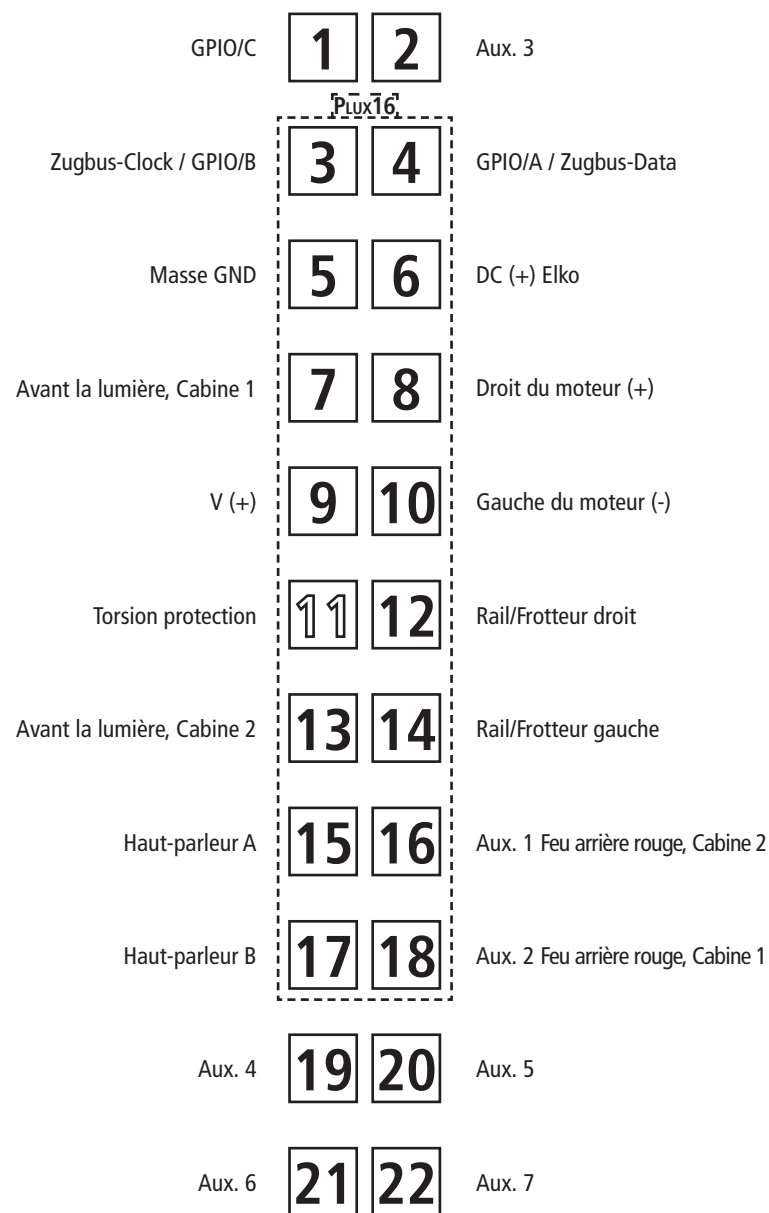
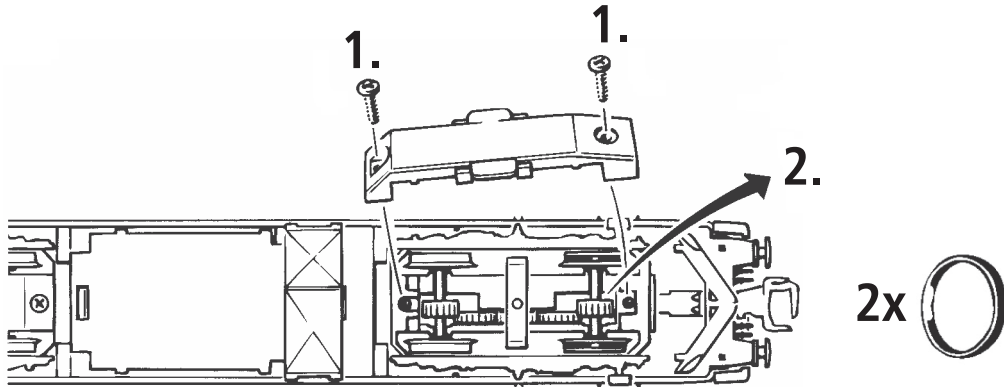
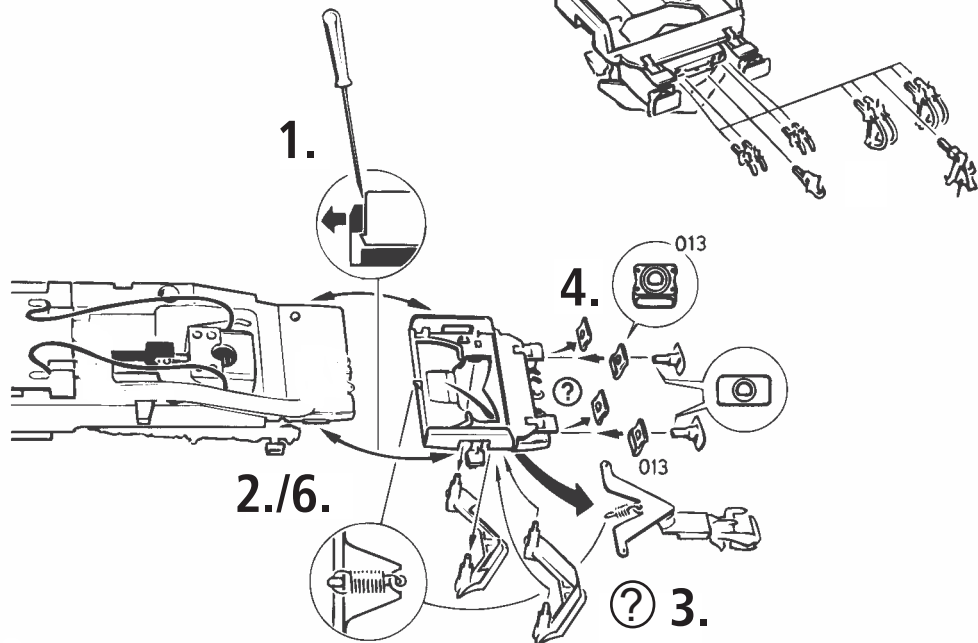

Fig. 5
Fig. 7
Fig. 3
1. Reinigung der Radstromkontakte: Radstromkontakte können auf unsauberen Schienen leicht verschmutzen. Entfernen Sie **vorsichtig** mit einem kleinen Pinsel **den Schmutz** an den in Fig. 5 gekennzeichneten Stellen.
2. Schmierung: Versehen Sie die im Schmierplan in Fig. 4 gekennzeichneten Stellen mit nur **kleinen Öltropfen**. Dazu zuerst das Lokgehäuse abnehmen (Fig. 3). Wir empfehlen den **ROCO Öler Art.-Nr. 10906**. Fürs Schmieren der Getriebeteile (Zahnräder, Schnecke) empfehlen wir das **ROCO-Spezialfett Art.-Nr. 10905**. Im Falle der Schmierung diese Teile **nicht ölen**.
Mehrzugbetrieb: Zuerst Lokgehäuse abnehmen (Fig. 3). Danach den Brückenstecker aus der Schnittstelle entfernen (diesen sorgsam aufbewahren). Danach den Stecker des Dekoders lagegerecht einsetzen (Fig. 5).
4. Kohlebürstenwechsel: Lokgehäuse abnehmen (Fig. 3). Danach wird der Motor ausgebaut und die Kohlebürsten ausgewechselt (Fig. 7).
2. Lubrication: Apply **tiny oil drops** to spots marked in fig. 4. Prior to lubrication dismantle locomotive (fig. 3). We recommend using item no. **10906, Roco oiler**. For lubrication the gearparts (e.g. cogwheels, worm) we should recommend our Roco **special grease** (item no. **10905**).
Running in digital mode: Remove the jumper from the interface. Finally put the plug of the decoder into the interface as shown in fig. 5.
4. Carbon Brush Changing: First remove loco body (fig. 3), and then the motor (fig. 7).
1. Nettoyage des lames de courant aux roues: Les lames de contacts risquent de s'encrasser rapidement sur des voies poussiéreuses. Veuillez **enlever la poussière** aux endroits marqués à la fig. 5 à l'aide d'un petit pinceau souple.
2. Graissage: N'appliquez **qu'une tout petite goutte** aux endroits indiqués par le plan de graissage (fig. 4) après avoir démonté la caisse de la locomotive (fig. 3). Nous vous recommandons **le graisseur à huile Roco réf. 10906**. Pour graisser les engrenages (roues dentées, vis sans fin) nous vous conseillons la **graisse spéciale Roco réf. 10905** pour engrenages en matières synthétiques. Lorsque vous utilisez cette graisse il faut éviter d'huiler ces composants.
Exploitation en télécommande multi-trains: Enlevez la fiche de shuntage de l'interface (à conserver!) et enfichez finalement la fiche du module de décodeur aux prises de l'interface. Veuillez à la position correcte de la fiche (fig. 5).
4. Remplacement des balais du moteur: Démontez la caisse (fig. 3). Démontez ensuite le moteur et échangez le balais (fig. 7).
1. siehe } Fig.3
voir } Fig.3